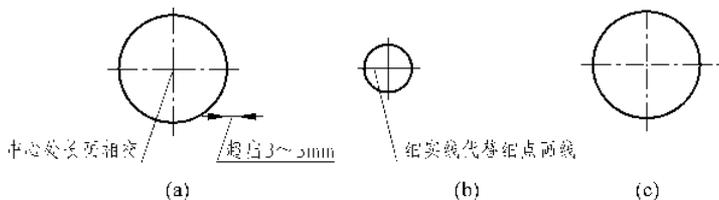

图 1-12 圆中心线的画法
(2) 图线应用注意事项
① 点画线应以长画相交，中心线超出轮廓 3~5mm，点画线的起始与终端应为长画，如图 1-12(a)所示；较小的圆形其中心线可用细实线代替，如图 1-12(b)所示；图 1-12(c)所示为错误画法。